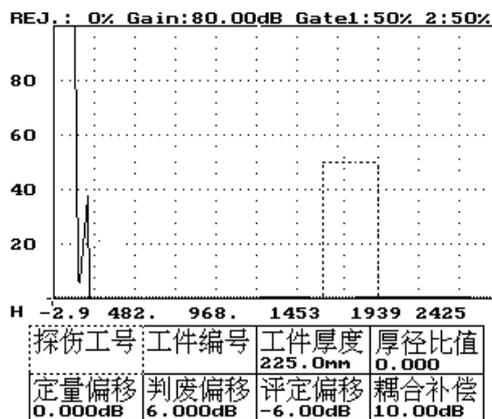

图 1-3
- 3、按进入键——显示探伤参数菜单，如图 1-3 所示。
- 按进入键——显示探伤参数菜单，如图 1-3 所示。
- 3、按进入键——显示探伤参数菜单，如图 1-3 所示
3. 按进入键——显示探伤参数菜单，如图 1-3 所示。